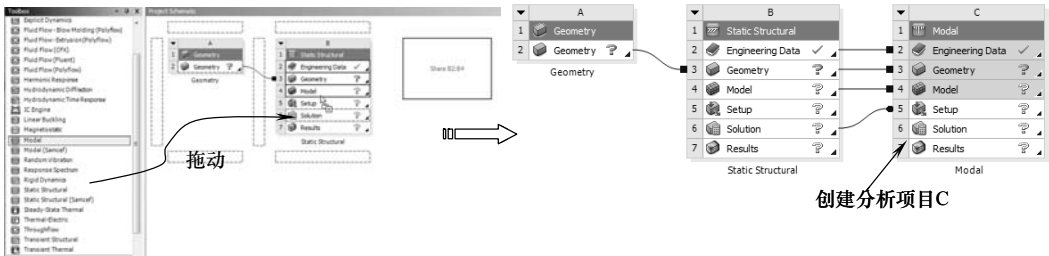

图 6-20 创建分析项目 C
5) 在【Toolbox (工具箱)】中【Analysis Systems】下的【Modal】选项上按住鼠标左键，拖动到【Project Schematic (项目管理区)】分析项目 B 中的 B6 上，当 B6 呈红色高亮显示时，释放鼠标创建分析项目 C，如图 6-20 所示。